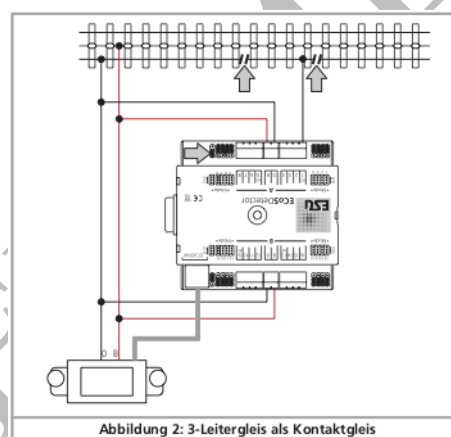

Figura 2: Sistema a 3 rotaie come binario di contatto
La figura 2 mostra il collegamento al binario di contatto ricavato nel sistema a 3 rotaie.
- Collegate gli ingressi “0” e “B” dell'ECoSDetector con le corrispondenti uscite del booster. Nell'esempio di cui alla figura 2 i due gruppi di retroazione “A” e “B” vengono alimentati dallo stesso booster. Pertanto i morsetti “0” e “B” di entrambi i lati dell'ECoSDetector devono essere collegati l'un con l'altro. Di conseguenza si usa per il gruppo “B” (retroazioni da 9 a 16) un proprio EcoSBoost ed i collegamenti devono essere effettuati così come descritto nel capitolo 6.4..